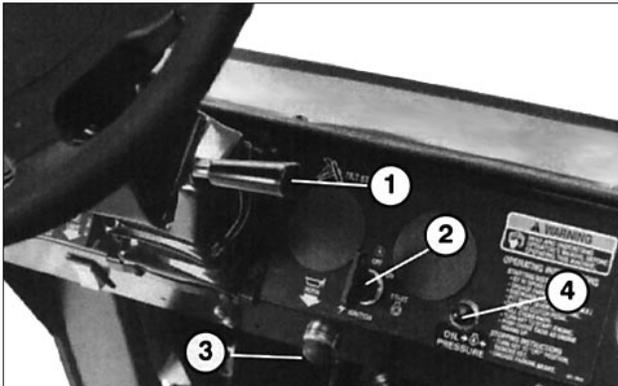

Bild 7
**Hydraulikhub** (Bild 7)—Hebt/senkt die Flachmulde. Zum Anheben rückwärts ziehen, zum Absenken vorwärts drücken.
**Sperre—Hydraulikhub** (Bild 7)—Sperrt den Hubhebel, so daß sich der Hydraulikzylinder nicht bewegen kann, wenn keine Flachmulde installiert ist.
**Handgriff** (Bild 7)—Links vom Beifahrersitz.
**Schalthebel—hohe/niedrige Übersetzung** (Bild 7)—Vermittelt drei zusätzliche Gänge zur präzisen Fahrgeschwindigkeitskontrolle.
**Hebel—Lenkradeinstellung** (Bild 7)—Hebel an der rechten Seite des Armaturenbretts, mit dem sich das Lenkrad für maximalen persönlichen Komfort des Fahrers einstellen läßt.
**Hupe** (Bild 7)—Drücken dieser Taste läßt die Hupe ertönen.
**Motoröldruck niedrig-Lampe** (Bild 7)—Diese Lampe leuchtet auf, wenn der Motoröldruck bei laufendem Motor unter ein sicheres Niveau abfällt. Wenn die Lampe ein- und ausgeht oder ununterbrochen leuchtet, sofort das Fahrzeug zum Stillstand bringen, den Motor abstellen und den Ölstand kontrollieren. Wenn der Ölstand niedrig war, ein Nachfüllen von Öl jedoch beim erneuten Anlassen des Motors